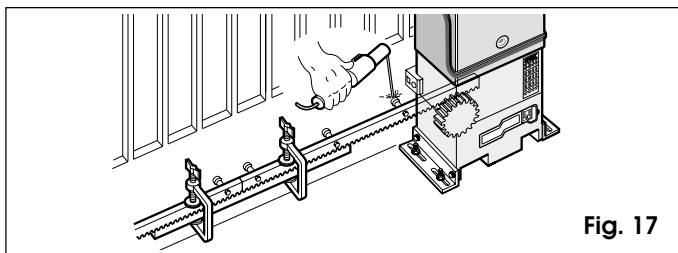

Fig. 17
- 5) Accostare un altro elemento di cremagliera al precedente utilizzando, per mettere in fase la dentatura dei due elementi, un pezzo di cremagliera come indicato in Fig.17.
- 5) Accostare un altro elemento di cremagliera al precedente utilizzando, per mettere in fase la dentatura dei due elementi, un pezzo di cremagliera come indicato in Fig. 17.